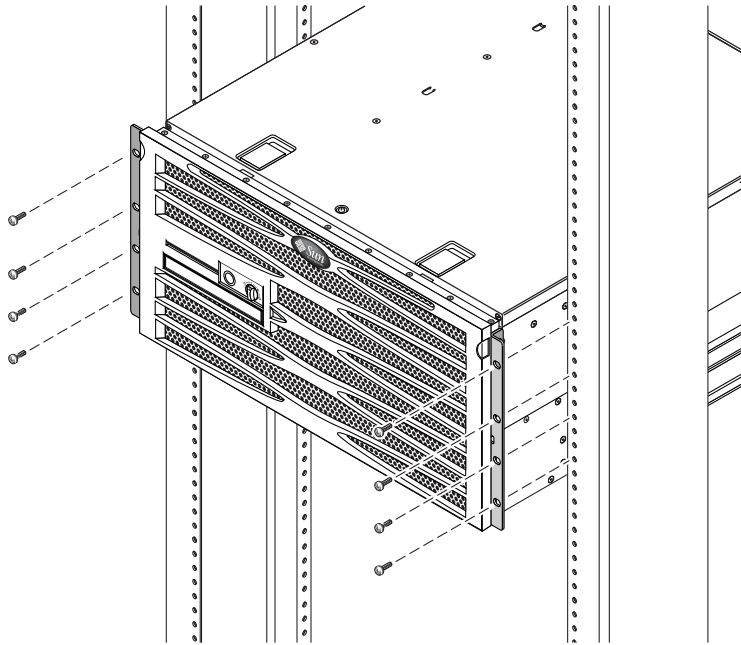

FIGURA 3-4 Fissaggio della parte anteriore del server al rack
7. Utilizzando quattro viti per lato, fissare le staffe di montaggio anteriori attaccate ai lati del server alla parte anteriore del rack (FIGURA 3-4).